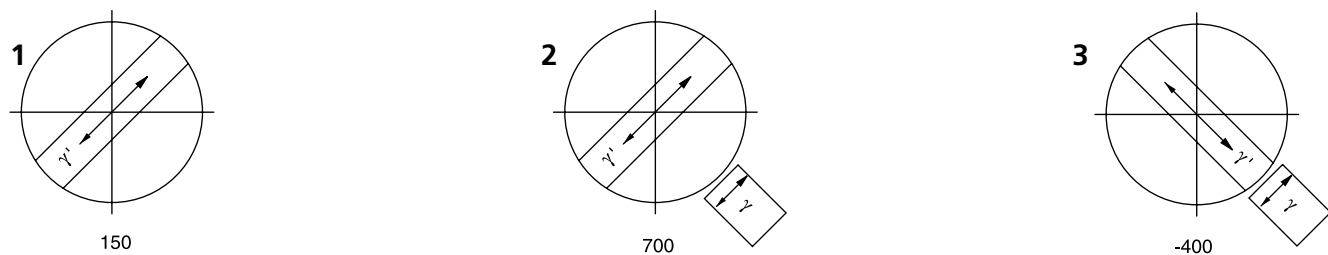
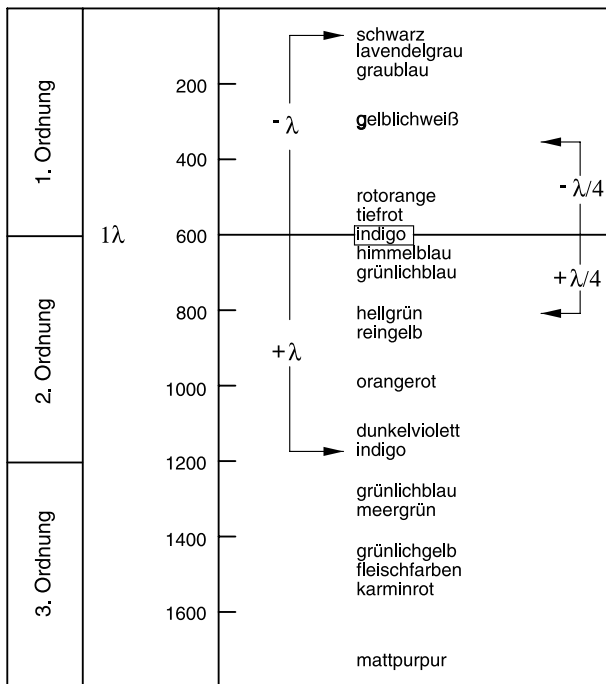

Bild 4-14 Schwingungsrichtung $n_{\gamma'}$ am Beispiel einer Kunstfaser bestimmen
Bild 4-15 Schematische Darstellung der Farbtafeln nach Michel-Lévy
- Tisch nun um ca. 45° weiterdrehen, so dass die Faserlängsachse in NO-SW-Richtung orientiert ist (Bild 4-15). Das Präparat zeigt hier die größte Helligkeit (Diagonalstellung). In dieser Position kann das Präparat eine beliebige Farbe haben.
Der größere Gangunterschied ist gegeben, wenn die Schwingungsrichtung des Präparates mit dem absolut oder relativ größten Brechungsindex (n_γ oder $n_{\gamma'}$) parallel mit der größten Schwingungsrichtung des Kompensators λ verläuft. Das Präparat erscheint dann z. B. in Grün-Blau (Bild 4-14/2).
Der kleinste Gangunterschied ist gegeben, wenn die Schwingungsrichtung des Präparates mit dem absolut oder relativ kleinsten Brechungsindex (n_α oder $n_{\alpha'}$) senkrecht zu der Schwingungsrichtung des Kompensators λ verläuft. Das Präparat erscheint dann z. B. in Gelb (Bild 4-14/3).
Die im obigen Beispiel zunächst in Hellstellung auftretende Farbe Grau-Weiß (Bild 4-14/1) entspricht gemäß der Michel-Lévy-Farbtafel (Bild 4-15) einem Gangunterschied von 150 nm.